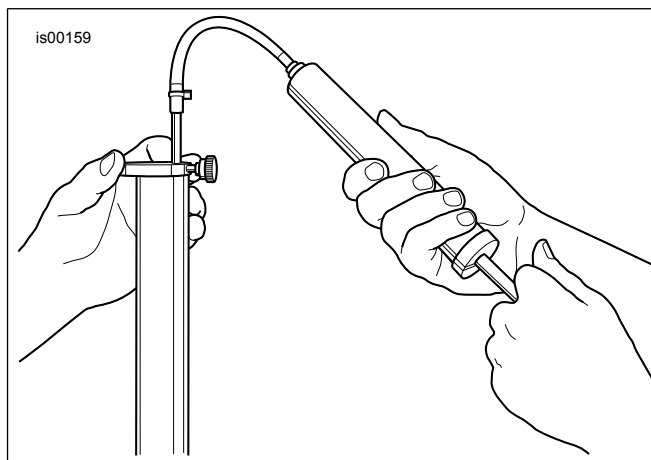

Figura 8. Quite el exceso de aceite de la horquilla (HD-59000B)
- a. Figura 8 Obtenga el indicador de nivel de aceite de la horquilla delantera (HD-59000B).